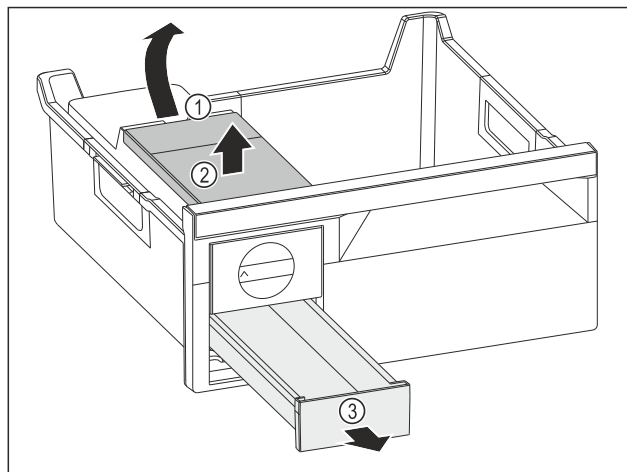

Fig. 105
- ▶ Vyjmutí nádržky na vodu: Zvedněte nádržku na vodu za vybrání Fig. 105 (1).
- ▶ Nádržku na vodu Fig. 105 (2) vyjměte nahoru.
- ▶ Zásuvku na kostky ledu Fig. 105 (3) vyjměte dopředu.